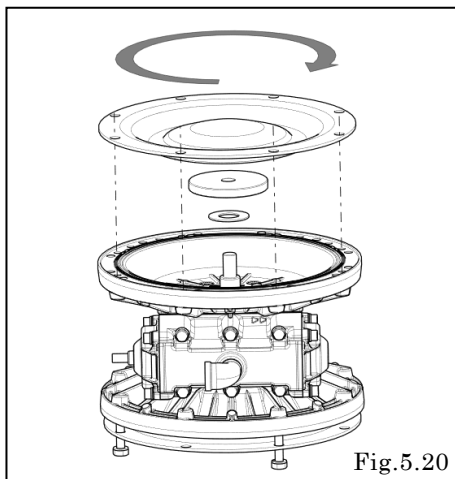

Fig.5.20
- ・ダイアフラムは止まるまで手で締め付ける。〔Fig.5.20〕